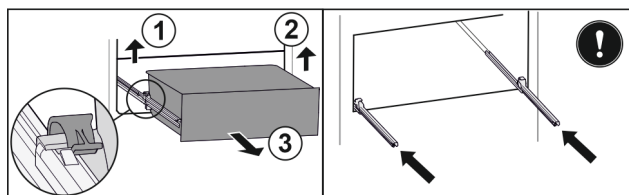

Fig. 73
- ▶ Podnieść lewy zacisk i wysunąć jednocześnie szufladę po lewej do przodu. Fig. 73 (1)
- ▶ Podnieść prawy zacisk i wysunąć jednocześnie szufladę po prawej do przodu. Fig. 73 (2)
- ▶ Wyjąć szufladę do przodu. Fig. 73 (3)